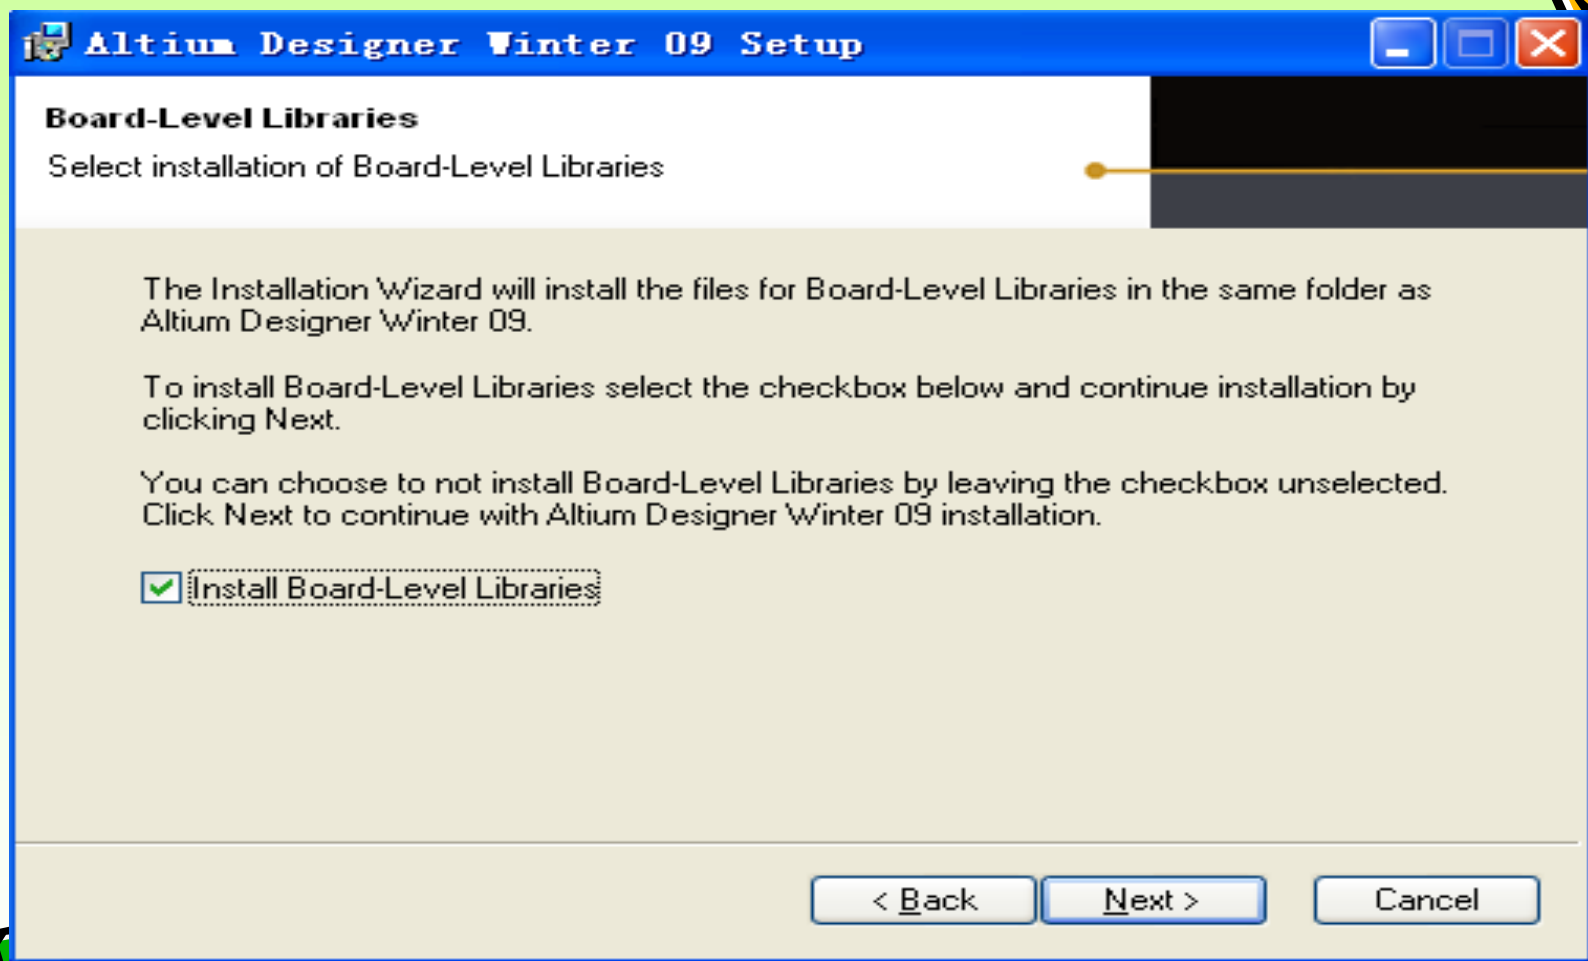

图1-7 “Board-level Libraries”视图
(7) 选择软件安装的路径后，点击“ok”按钮，显示如图1-7所示“Board-level Libraries”。